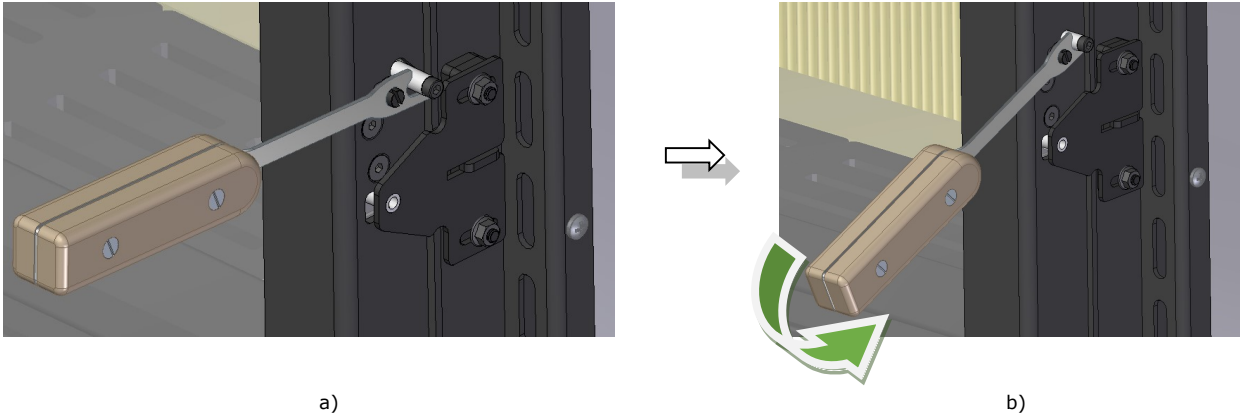

Figure 19 – a) Position correcte de la clé. ; b) Mouvement d'ouverture de la porte
1. Ouvrez le contrôle de l'air de combustion « Air primaire » (C).
2. Ouvrez la poignée de sortie d'air chaud (G).
- a) Placez la clé dans la bonne position, Figure 19-a.
- b) Mouvement d'ouverture de la porte, Figure 19-b.